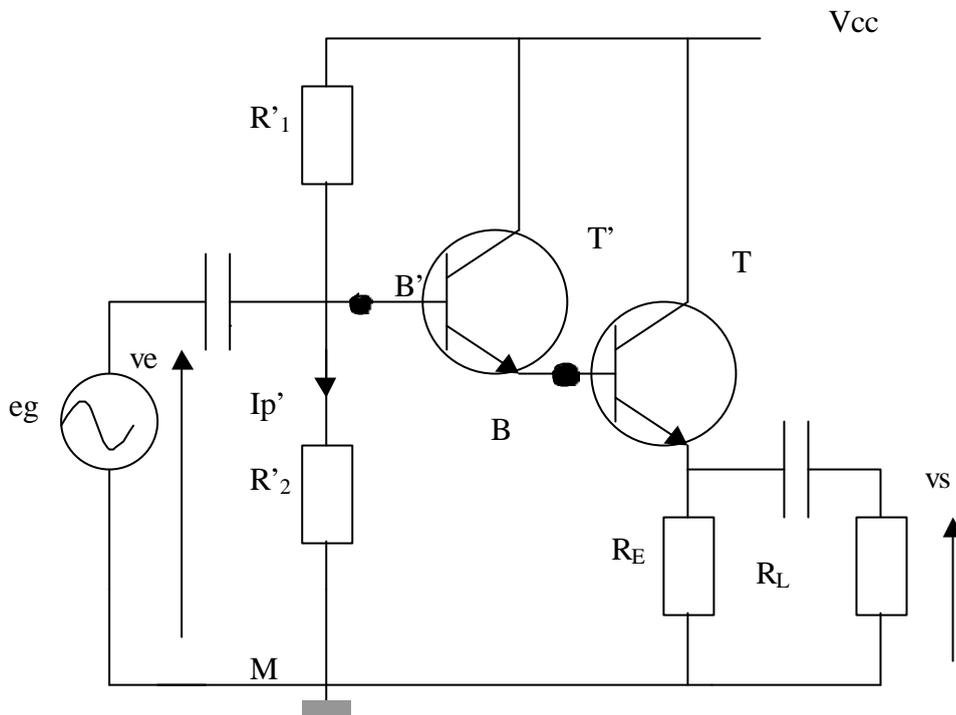

Figure 2.2.
3. On associe le transistor T précédent à un transistor T' défini par ses paramètres en émetteur commun (figure 2.2).